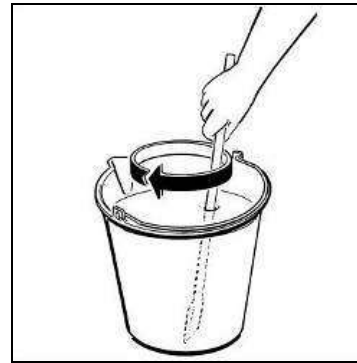

Fig. 4
- Diluer et mélanger dans un récipient à part le sirop avec de l'eau en respectant les indications du fabricant (voir figure 4); ne jamais verser de poudres sèches, de cristaux ou de sirop concentré directement dans la cuve vide.